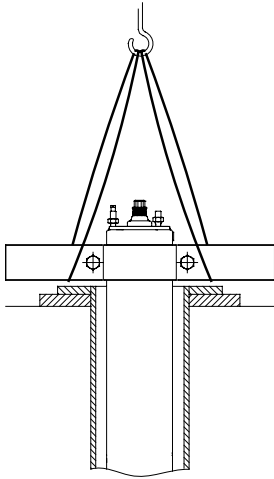

Fig. 18 Motor na posição vertical
2. Coloque o motor na posição vertical com os parafusos de fixação voltados para cima, ver fig. 18.